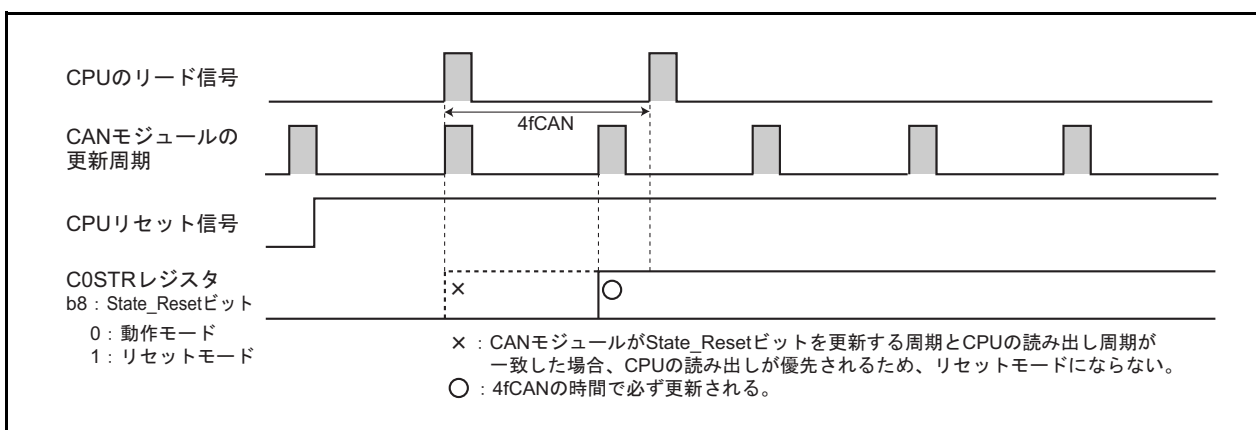

図22.10 CPUのポーリング周期を3fCANより長くした場合
- CPUがC0STRレジスタをポーリングする場合、3fCANより長い周期にする(図22.10参照)。